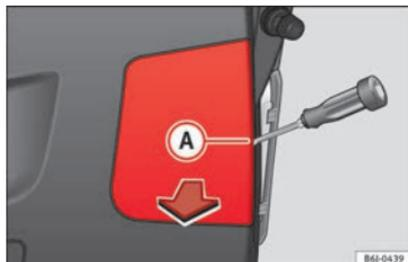

Fig. 200 Feux sur le hayon.
– Retirez ce cache à l'aide d'un tournevis à tête plate placé dans la rainure indiquée (A) » fig. 200.